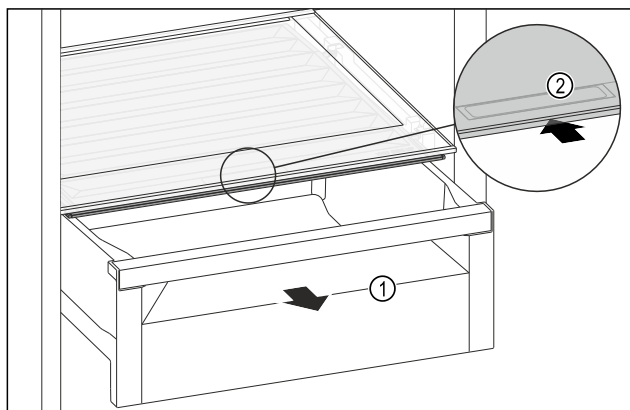

Fig. 109
- ▶ Zásuvku Fig. 109 (1) vytáhněte.
- ▶ Uchopte prohlubeň pro rukojeť Fig. 109 (2) na víku zásuvky a současně zasuňte víko zásuvky směrem dozadu.